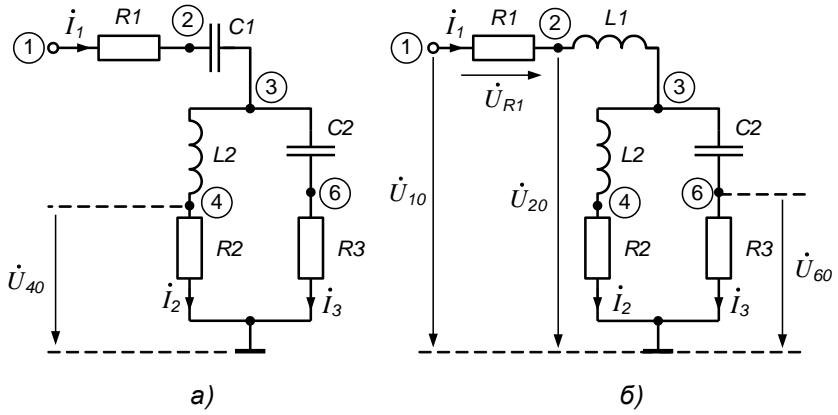
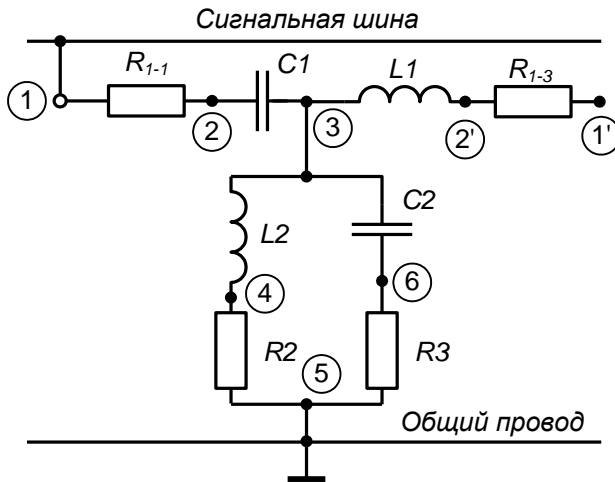

Рисунок 3.1
Рисунок 3.4
- 9) вычислить и свести в таблицу 3.6 комплексные значения узловых напряжений \dot{U}_{20} , \dot{U}_{40} , \dot{U}_{60} (см. рис.3.1)
Второй студент в бригаде повторяет измерения п.п.3.3.1 и 3.3.2 для схемы рис. 3.1.б) (за исключением опыта с осциллографом).
Разветвленная цепь рисунка 3.4 смонтирована на макете «линейные цепи-1». Сборка исследуемой схемы (рис. 3.1.а) осуществляется с помощью перемычек. Гнездо 1 подключается к сигнальной шине (гнезда красного цвета), а гнездо 5 подключается к общему проводу (заземляется), как показано на рис. 3.4. Ветвь L1, R1-3 не используется.